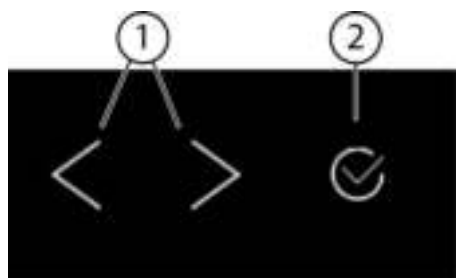
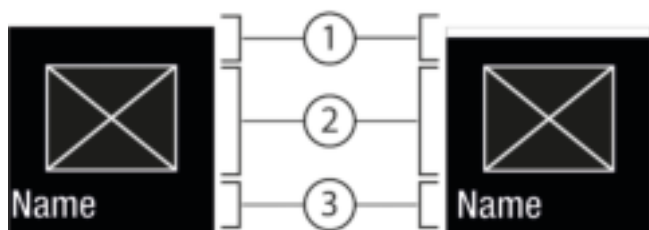
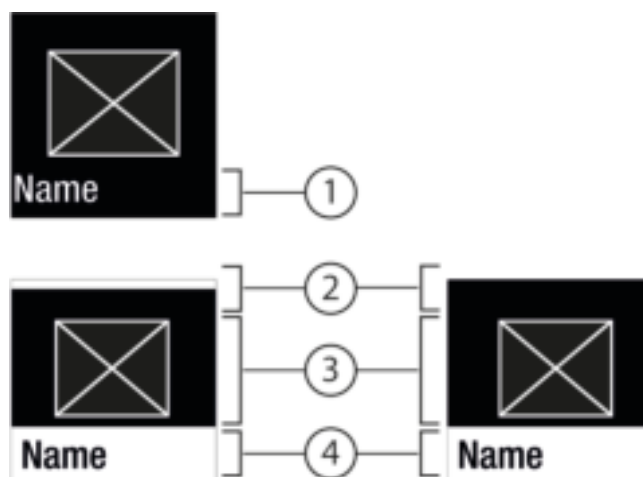

Fig. 5
Fig. 6
Fig. 7
Navigatiepijl links / rechts Fig. 5 (1):
Bevestigen Fig. 5 (2):
- Met de navigatiepijl links / rechts Fig. 5 (1) navigeren.
- Met bevestigen Fig. 5 (2) de functie / instelling activeren Fig. 6 (1) / deactiveren Fig. 6 (1).
- Met bevestigen Fig. 5 (2) het submenu Fig. 7 (4) oproepen.
- Nieuwe waarde instellen: Met bevestigen Fig. 5 (2) een gedeactiveerde waarde Fig. 6 (1) selecteren.
- Terug naar het menu: Met bevestigen Fig. 5 (2) de al geactiveerde waarde Fig. 6 (2) selecteren.
- ▶ Druk zo vaak op de navigatiepijlen *Fig. 5 (1)* tot de wordt weergegeven.
- ▶ Bevestigen *Fig. 5 (2)* indrukken.
- ▶ Druk zo vaak op de navigatiepijlen *Fig. 5 (1)* tot de reinigingspositie wordt weergegeven.
- ▶ Met de navigatiepijlen *Fig. 5 (1)* de instelwaarde kiezen.
- ▷ Status: geactiveerd *Fig. 6 (1)* wordt kort op het submenu *Fig. 7 (4)* weergegeven.
- ▶ Navigatiepijlen *Fig. 5 (1)* zo vaak indrukken totdat instellingen  wordt weergegeven.
- ▶ Druk zo vaak op de navigatiepijlen *Fig. 5 (1)* tot de gewenste instelling wordt weergegeven.